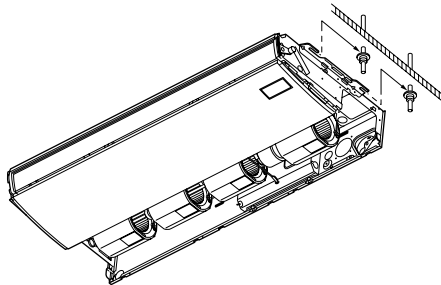

Abb. 3-46
b) Die Inneneinheit anheben und an den Einschnitten auf den Unterlegscheiben aufsetzen, damit die Inneneinheit in dieser Position fixiert werden kann. (Abb. 3-46)